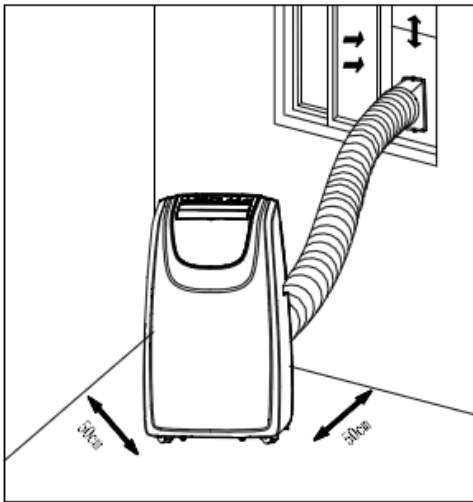

Figura 12
B. Installa l'adattatore rettangolare alla fine del tubo di scarico nell'apposito rettangolo della finestra a lamella, fissalo con dei chiodi e chiudi la finestra (come in Figura 12, 13).